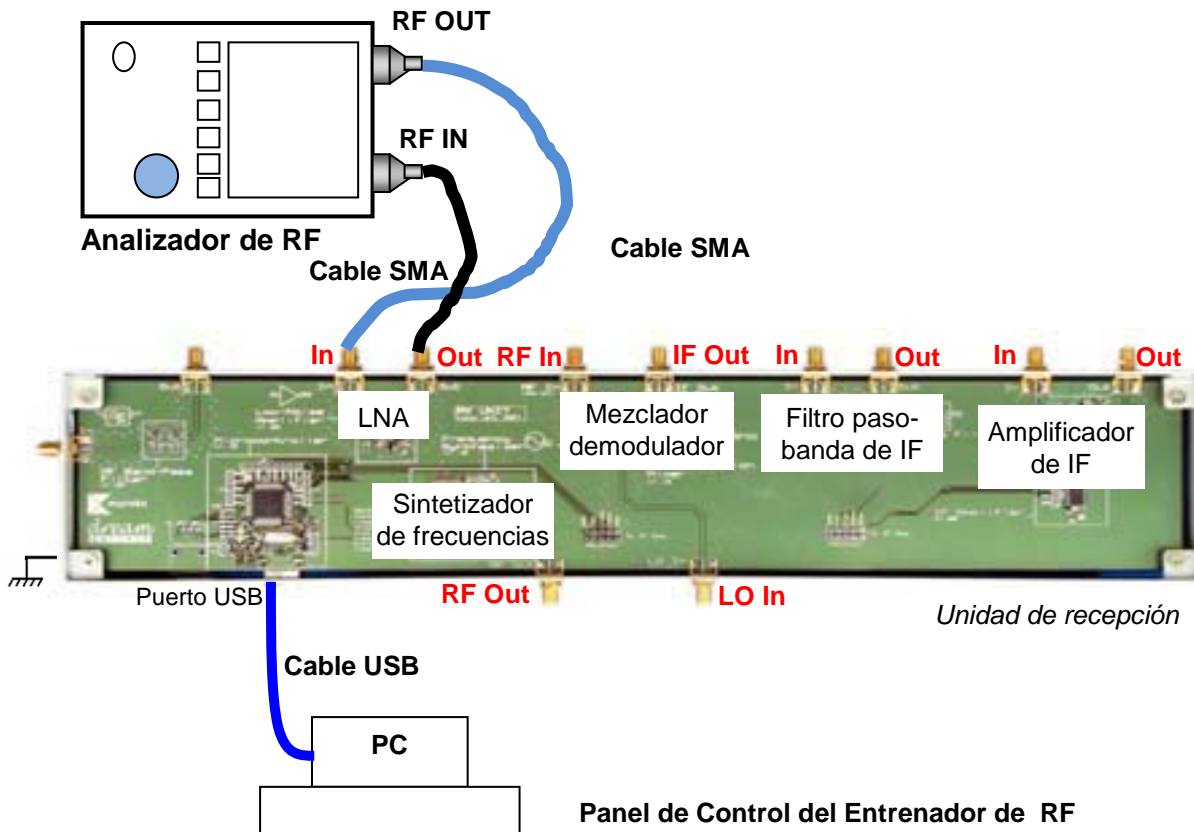

Figura 1 – Disposición General de los Equipos para Realizar Medidas en el LNA con un RFA
4. Conecte el LNA al N9912A como se muestra en la Figura 1.